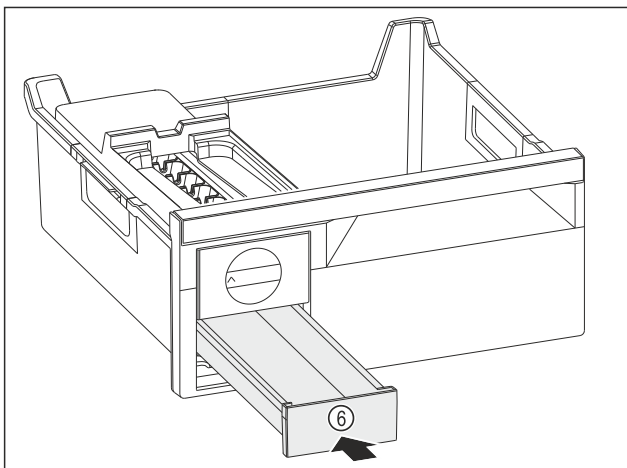

Fig. 126
- Zásuvku na kostky ledu Fig. 126 (6) zasuňte.